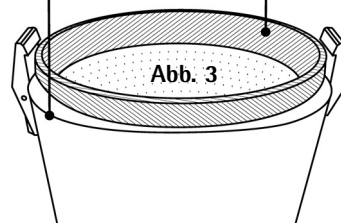

Abb. 3
- Unter dem Staubbeutel-Halter befindet sich der Staubauffang-Einsatz. Prüfen Sie, ob dieser korrekt eingesetzt ist. (Abb. 3)